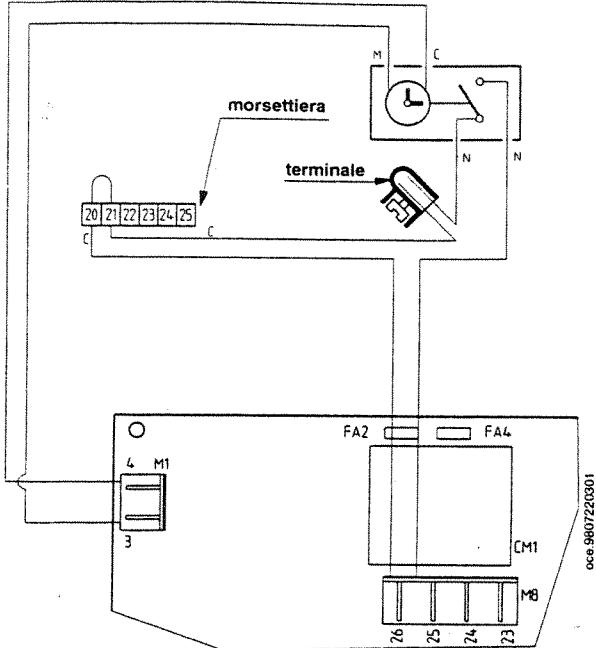

Abb. 4b - Fig. 4b
- Den Abzweigungskontakt der Programmiereinheit die auf dem Deckel der Verbindungsdoose montiert ist (Abb. 4b), nach Entfernen der vorhandenen Brücke an die Klemmen (20 und 21) des Klemmenbretts anschließen.
- Ist das Gerät an einen Boiler angeschlossen, den Abzweigungskontakt der Programmiereinheit wie in Abb. 4b dargestellt anschließen.
- collegare il contatto in deviazione del programmatore ai morsetti (2 e 21) della morsettiera, montata sul coperchio della scatola comandi (fig. 4b) togliendo il ponticello esistente.
- Se l'apparecchio è collegato ad una unità bollitore collegare il contatto in deviazione del programmatore come rappresentato nella fig. 4b.